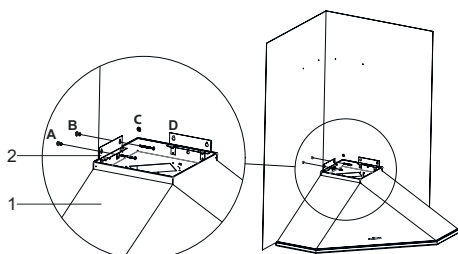

Fig. 13
3. ■ Segurar o produto pelo corpo e pendurá-lo nos pontos A,B,C,D das placas de suporte (2) e apertar todos os parafusos (Fig. 13).